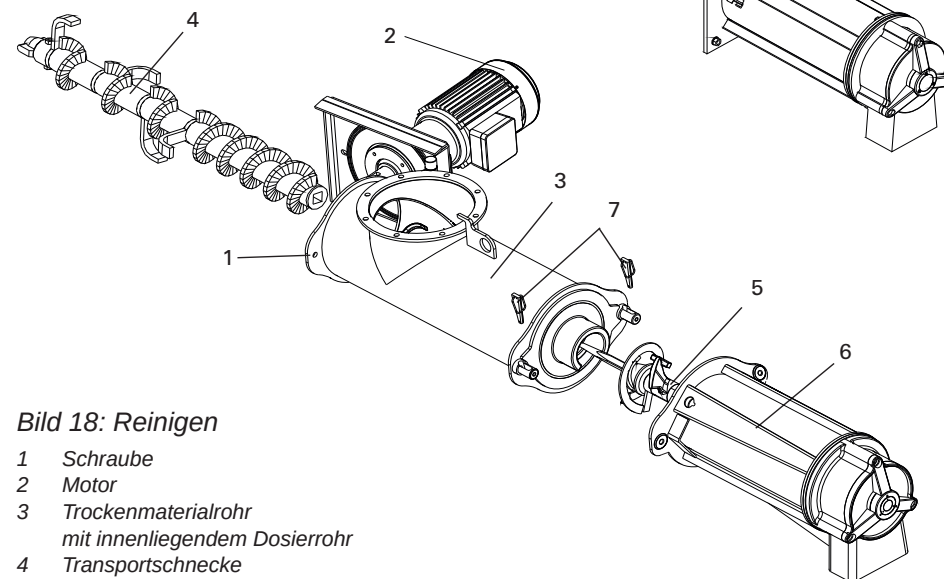

Bild 18: Reinigen
- die Schraube an Motorplatte / Trockenmaterialrohr (Bild 18, 1) lösen und den Motor wegschwenken (Bild 18, 2)
- Transportschnecke (Bild 18, 4) aus dem Trockenmaterialrohr (Bild 18, 3) ziehen